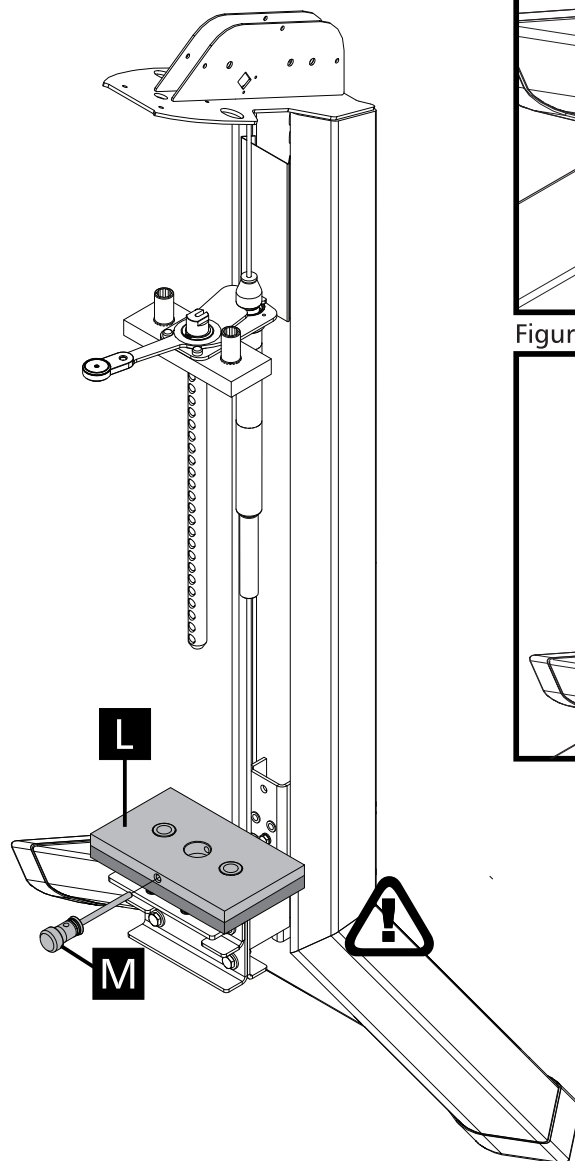

Figura 8-1
1 - Coloque um peso (L) e trave com o pino seletor (M) na ultima furação (Figura 8-1).